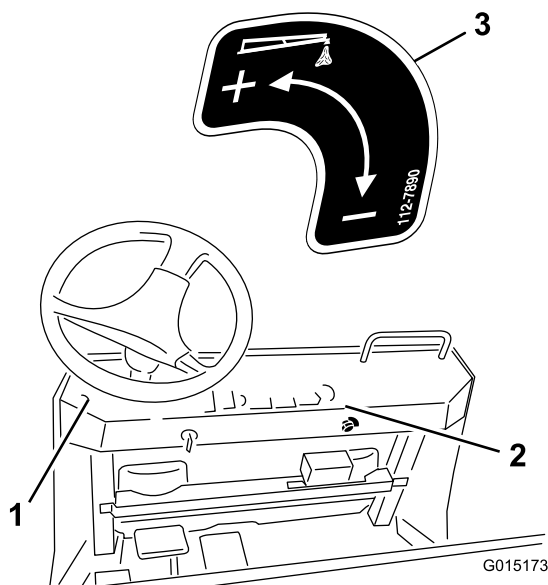

Рисунок 21
- Установите табличку, как показано на Рисунок 21.